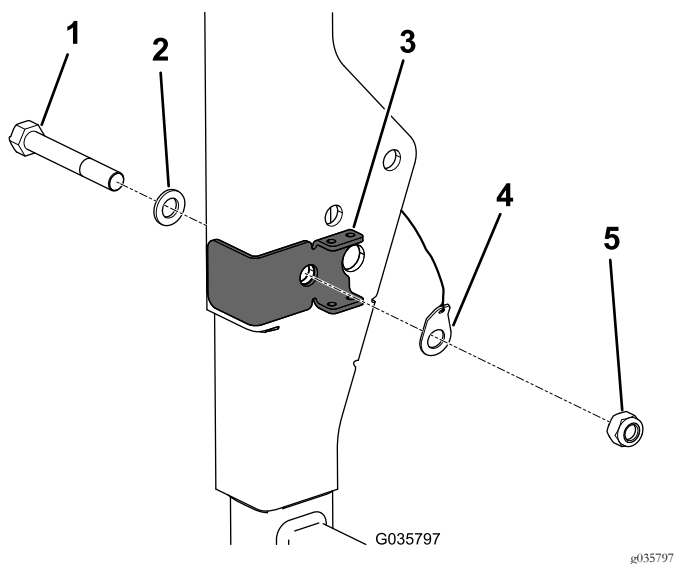

Figura 8
3. Alinhe o furo no suporte do ROPS com o furo no ROPS e coloque o novo parafuso com uma anilha existente (Figura 8).